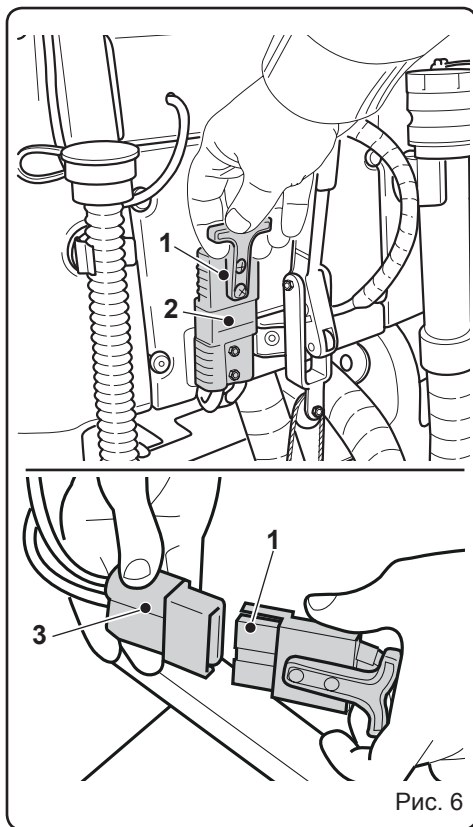

Рис. 6
- Заряжайте аккумуляторные батареи до включения индикатора (7) "Зеленый", затем отсоедините кабель (5) и отложите в сторону.
- Подсоедините разъем (1) батареи к разъему (2).
4.1.b - Зарядка аккумулятора с помощью внешнего зарядного устройства (Рис. 6)
- Отсоедините разъем (1) батареи от разъема (2).
- Подключите разъем (1) аккумулятора к разъему (3) зарядного устройства.
- После окончания зарядки аккумулятора подключите разъем (1) батареи к разъему (2).